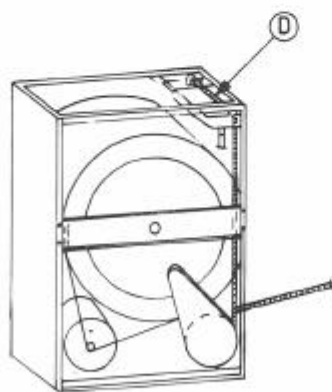

Fig. 3
- 5) déconnecter le tuyau à spirale du tiroir (D fig. 3);
- 6) défiler le tuyau (D fig. 3) vers le bas, opérant sur la partie postérieure de la machine;